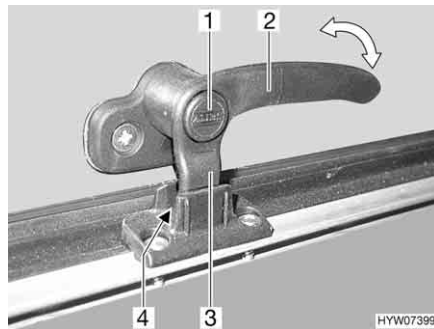
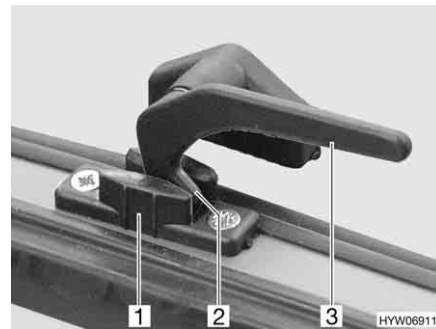

Fig. 95 Levier de verrouillage avec bouton de sécurité en position "Aération permanente"
Fig. 96 Levier de verrouillage en position "Aération permanente"
- En position "Aération permanente" (Fig. 95 et Fig. 96)
- S'il existe, appuyer sur le bouton de sécurité (Fig. 95,1) et le maintenir enfoncé.
- Tourner le levier de verrouillage (Fig. 95,2 ou Fig. 96,3) d'un quart de tour vers le centre de la fenêtre.
- Remettre le levier de verrouillage en position initiale. Le tenon de verrouillage (Fig. 95,3 ou Fig. 96,2) du levier de verrouillage doit pénétrer alors dans le logement prévu à cet effet dans le verrouillage de fenêtre (Fig. 95,4 ou Fig. 96,1).
- Relâcher le bouton de sécurité (Fig. 95,1) s'il y en a un.